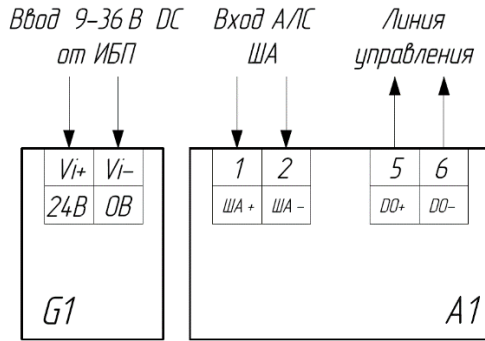

Рисунок 1 – Схема подключения УС
- 2.1.7 Произвести подключение входящих/исходящих линии связи к оборудованию согласно схеме подключения, указанной в п. 8, рисунок 1;